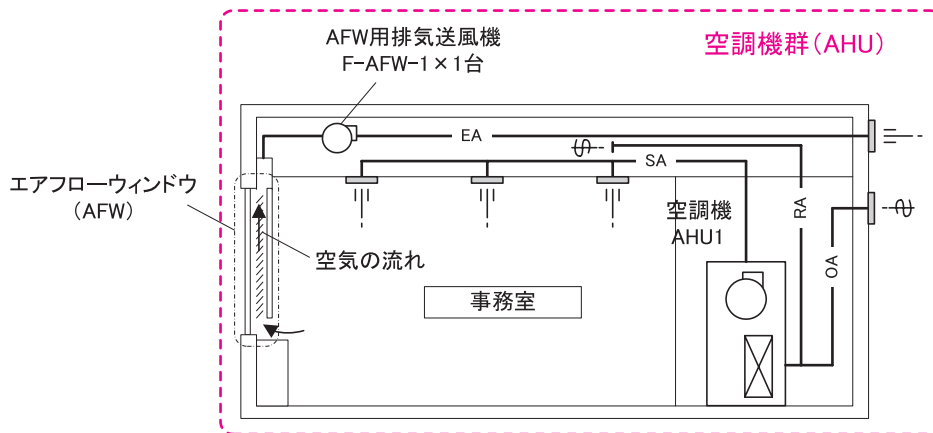

図 2-2-69 空調システム例 (13)
事務室の窓仕様がエアフローウィンドウであり、中空層内空气の排気ファンが設置されている場合の入力例を示す。システムの概要を図 2-2-69「空調システム例 (13)」に示す。